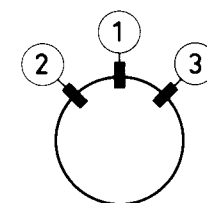

Fig II-5b
4. Dadurch, dass die Ablenk-Unit in horizontale Richtung gekantelt wird, werden nun sowohl die horizontalen blauen und roten Linien oben und unten im Bild sowie die vertikalen blauen und roten Linien links und rechts im Bild zur Deckung gebracht. Steht die Ablenk-Unit in der richtigen Stellung, dann Keile ② und ③, von dem der Papierstreifen entfernt worden ist, anbringen (siehe Abb. II-5b oder 6b). Das Leimstück fest gegen das Glas der Bildröhre drücken.